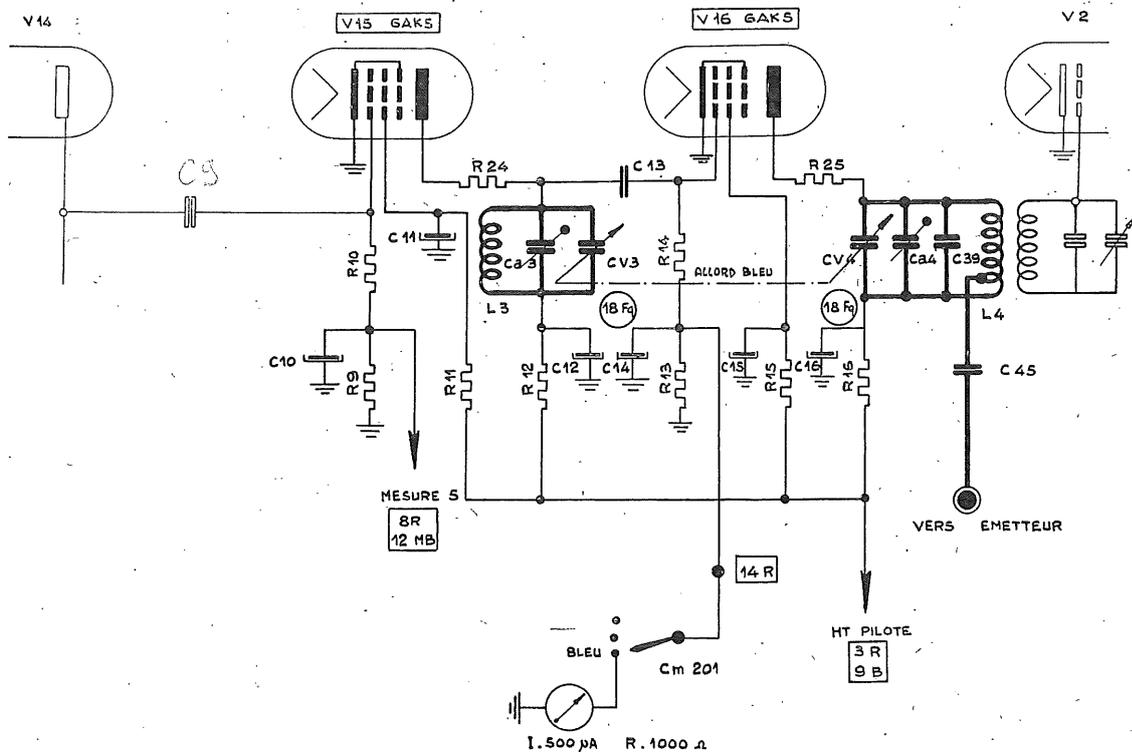

Fig. 3 - *Amplificateur VHF*
c) *Amplificateur VHF* (18 Fq) (fig. 3).